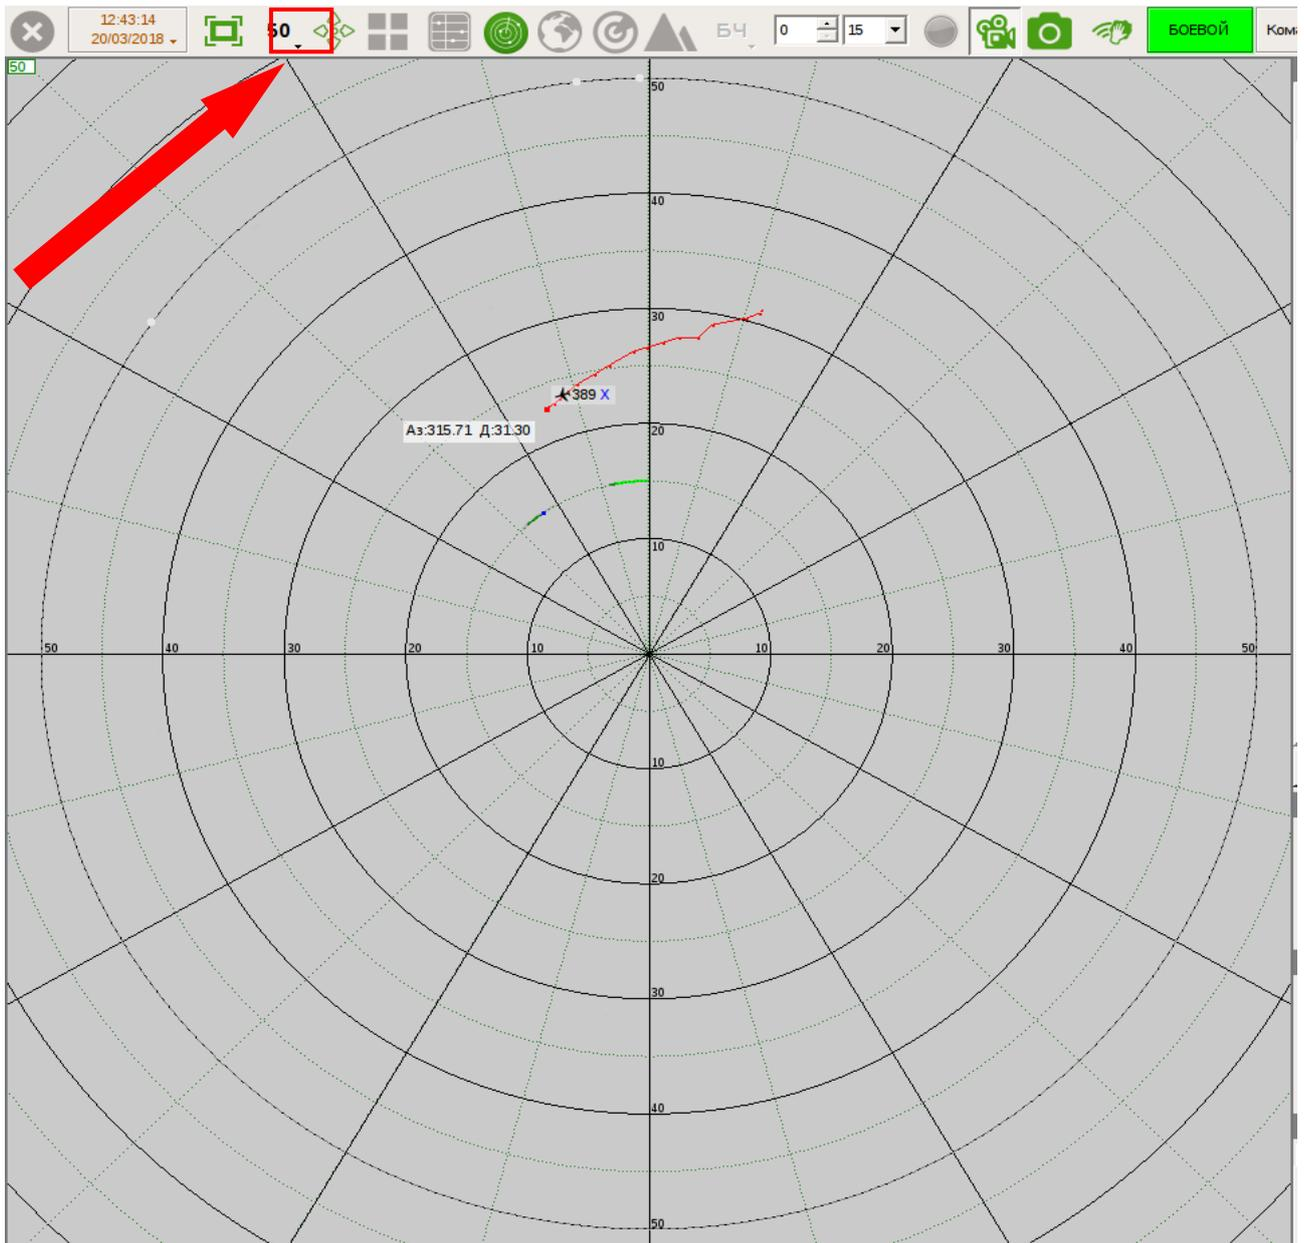

Рис. 2.46. Установка масштаба
- масштаб – в зависимости от поставленной задачи по ведению радиолокационной разведки и предполагаемых высот полета ВО с учетом их дальности обнаружения РЛС (рис. 2.46);